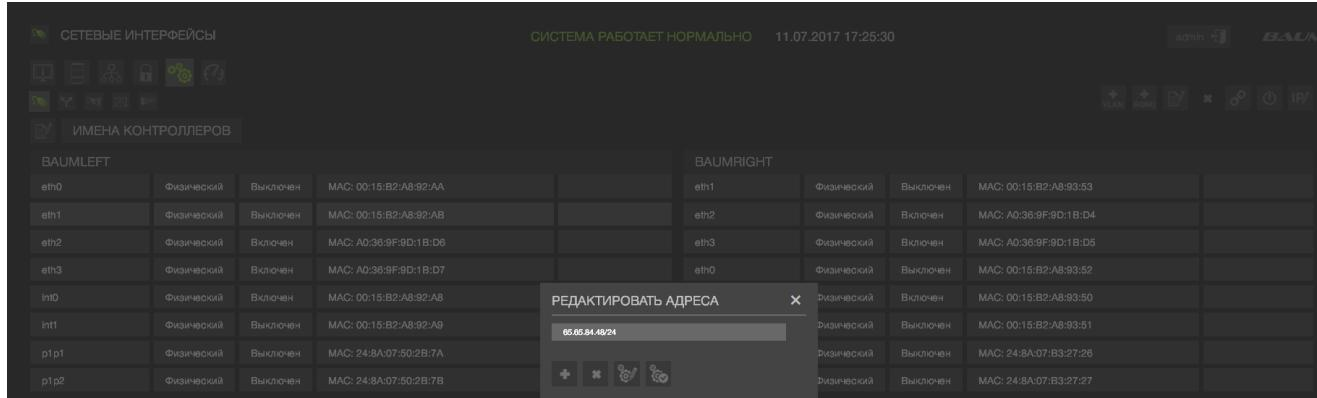

Рисунок 16 – Удаление псевдонима контроллера
- 1) Перейти на вкладку «Настройки» → «Сетевые настройки» (см. Рисунок 16). На ней отображены все сетевые интерфейсы изделия с их текущими настройками и состояниями: